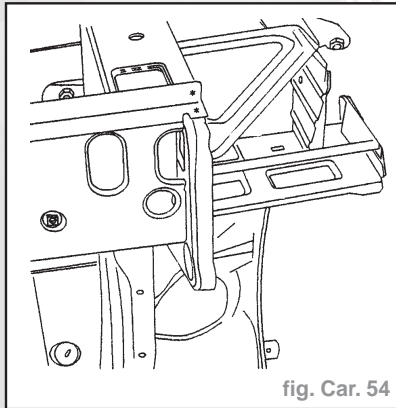

fig. Car. 54
- Dégraffer les deux points à l'aide d'une fraise de  $\varnothing 8 \text{ mm}$  (fig. Car. 54).